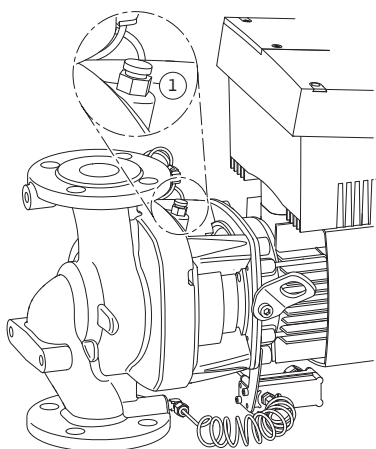

Fig.45: Клапан для удаления воздуха
- Удалить воздух из насоса путем открытия клапанов для выпуска воздуха (рис. 45, поз. 1). Сухой ход разрушает скользящее торцевое уплотнение насоса. На дифференциальном датчике давления запрещается удалять воздух (опасность разрушения).